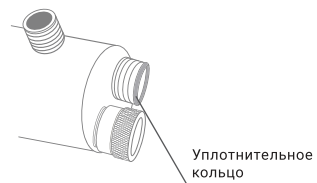
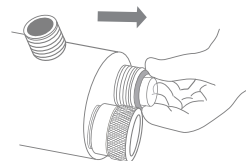

Рис. 10
Рис. 11
7. Для проверки состояния кварцевой трубки аккуратно снимите оба уплотнительных кольца, установленные с каждой стороны трубки (рис. 10), осторожно извлеките кварцевую трубку из посадочного места в корпусе реактора (рис. 11). Убедитесь, что кварцевая трубка чистая и без видимых повреждений.